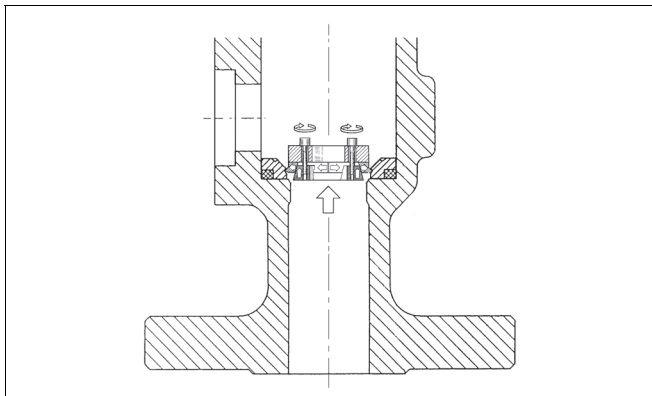

图 16 拆下已锁定阀座
- 用拔出工具拆下已锁定阀座（7），请参见图 16。同时请参见第 8 节“工具”。